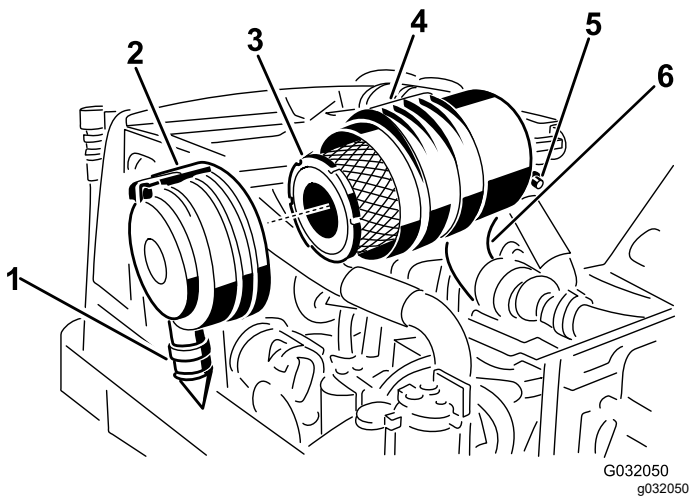

Bild 47
2. Entfernen Sie den Hauptfilter (Bild 47).
3. Wechseln Sie den Hauptfilter aus (Bild 47).
7. Setzen Sie die Abdeckung ein, richten das Gummiablassventil nach unten, ungefähr zwischen 17.00 Uhr und 19.00 Uhr (vom Ende her gesehen), und arretieren Sie den Riegel. Bild 47